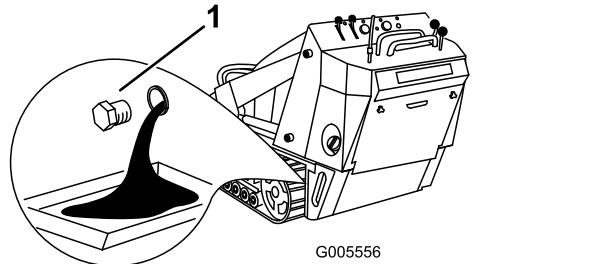

Figura 37
4. Togliete il tappo di spurgo (Figura 37).